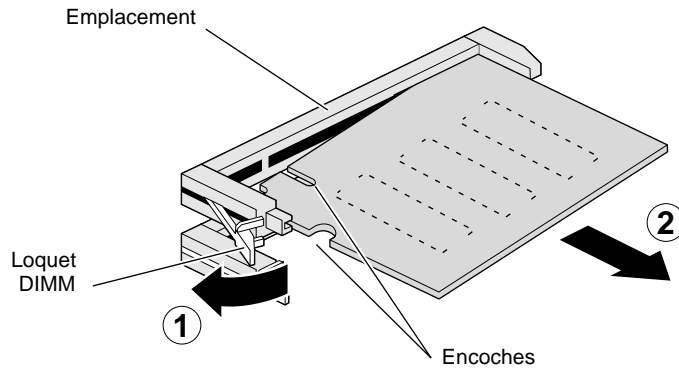

Figure 3-8 Retrait d'une barrette mémoire DIMM
8. Pour retirer une barrette mémoire DIMM, appuyez sur le loquet situé à gauche de l'emplacement. Le bas du loquet bascule et fait sortir la barrette mémoire DIMM de son emplacement (voir Figure 3-8).